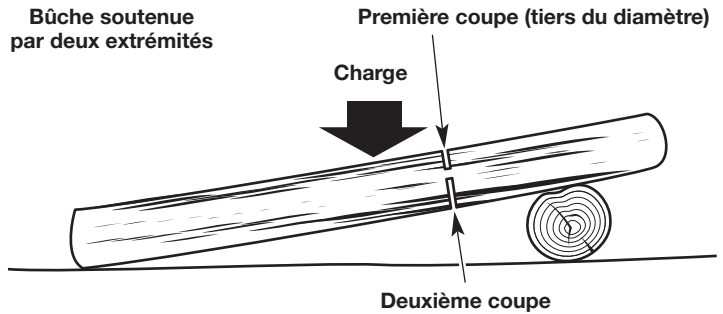

Fig. 30
- Si la bûche est soutenue sur deux extrémités (Fig. 30), faites la première coupe depuis le haut (tronçonnage par dessus). Reportez-vous à *Tronçonnage par-dessus*.